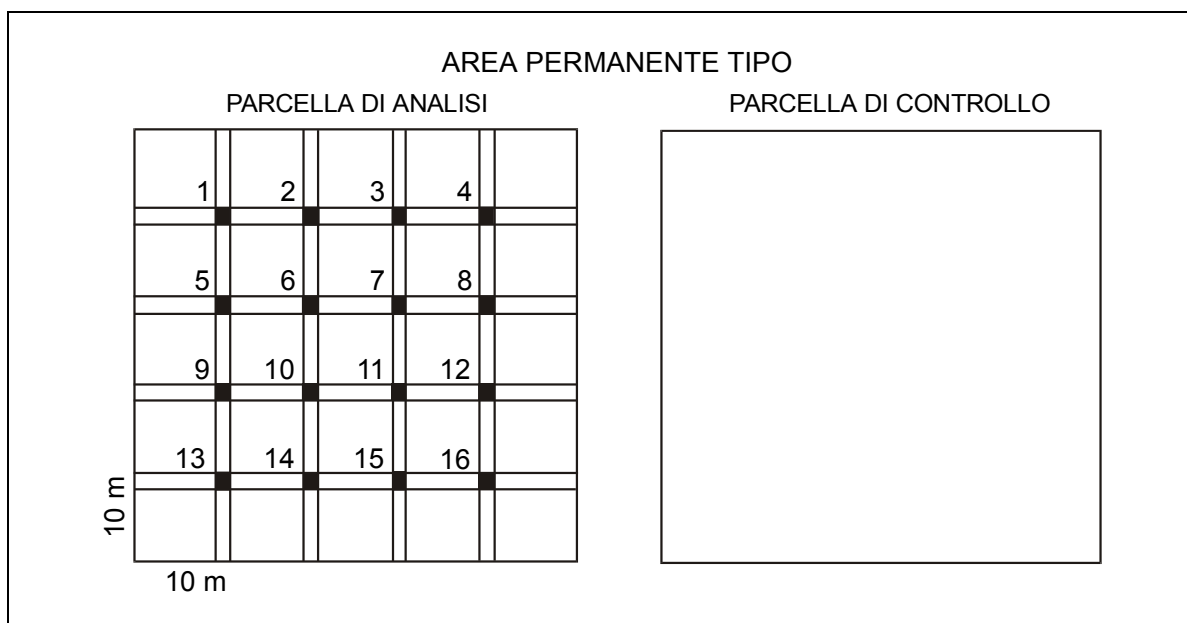

Fig. 2 – Schema di dislocazione dei campionatori sotto chioma nell’area permanente tipo.
- i 16 campionatori si collocano ai vertici dei nove quadrati più interni (Fig. 2).